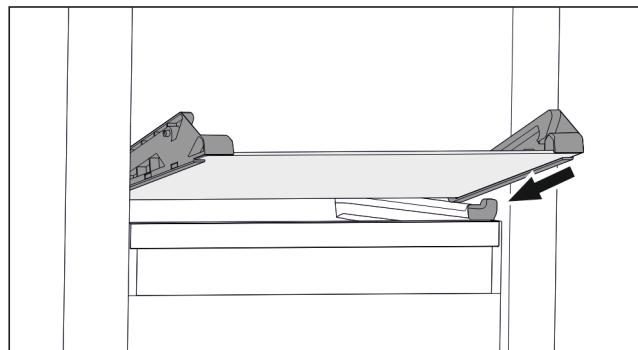

Fig. 64 Стъклена плоча на накланящото се чекмедже
- Поставете стъклената плоча под ъгъл зад ограничителите. (вж Fig. 64)